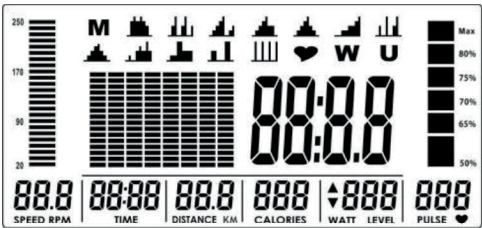

Imagen 1
1. Conecte el ordenador; se encenderá y mostrará todos los segmentos en la pantalla durante 2 segundos (Afbeelding 1).